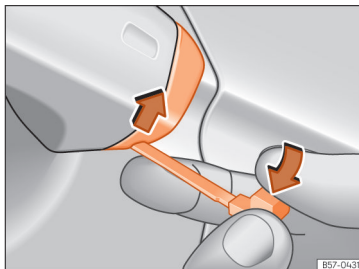

Abb. 56 Fahrtürgriff: Abdeckkappe abhebeln.
- Den Notschlüssel am Fahrtürgriff in die untere Öffnung der Abdeckkappe stecken und die Abdeckkappe von unten nach oben anheben >>> **[Abb. 56]**.